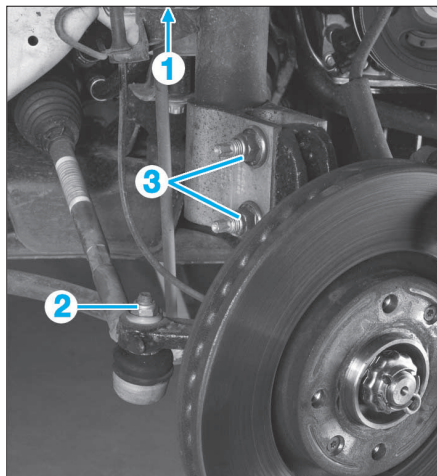
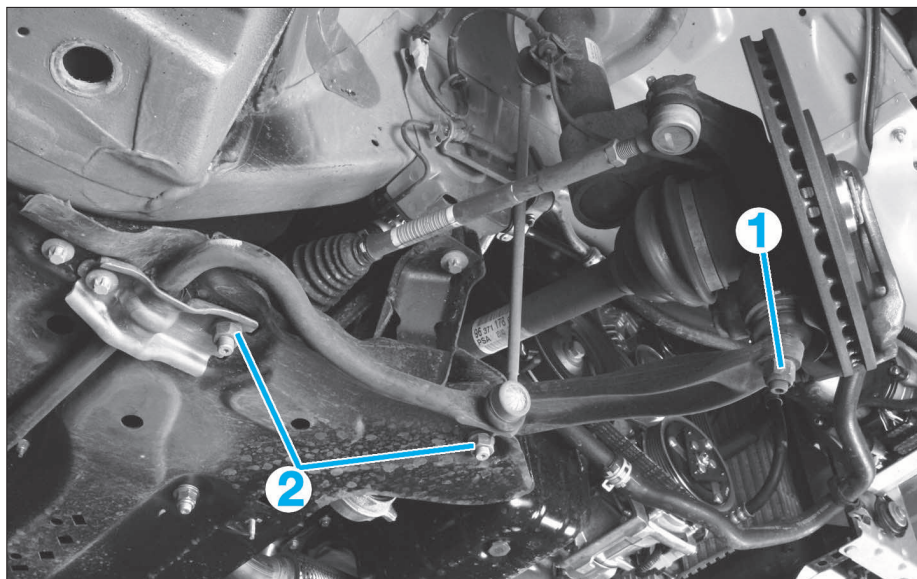

FIG. 10
FIG. 17
- Déposer l'écrou (1) de biellette de barre stabilisatrice (Fig.10).
- Déposer l'écrou (2).
- Déposer les vis (3) (fixation de l'élément de suspension sur le pivot).
- Déposer les écrous (1) et (2) (Fig.17).
- l'épingle (1)
- le frein d'écrou (2).
- Déposer l'écrou (1) (Fig.17).